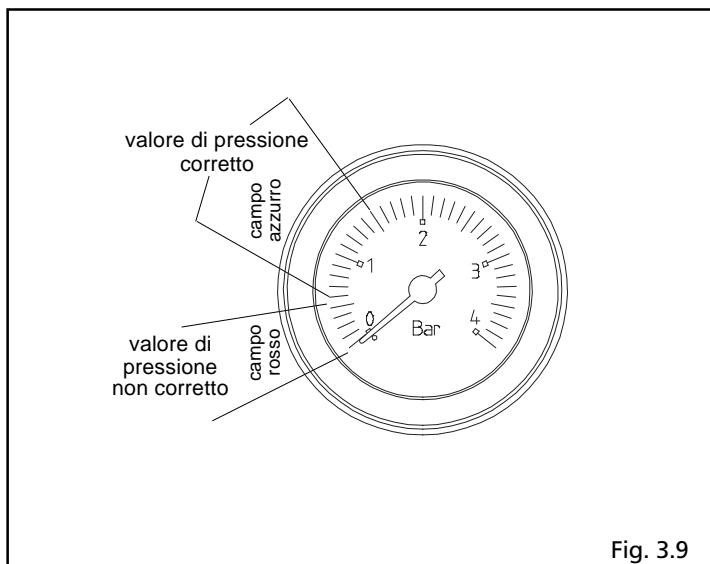

Fig. 3.9
- aprire di due o tre giri il tappo della valvola di sfogo aria automatica (A)
- riempire l'impianto fino a che la pressione indicata dall'idrometro arrivi a circa 1 bar (fig. 3.9).